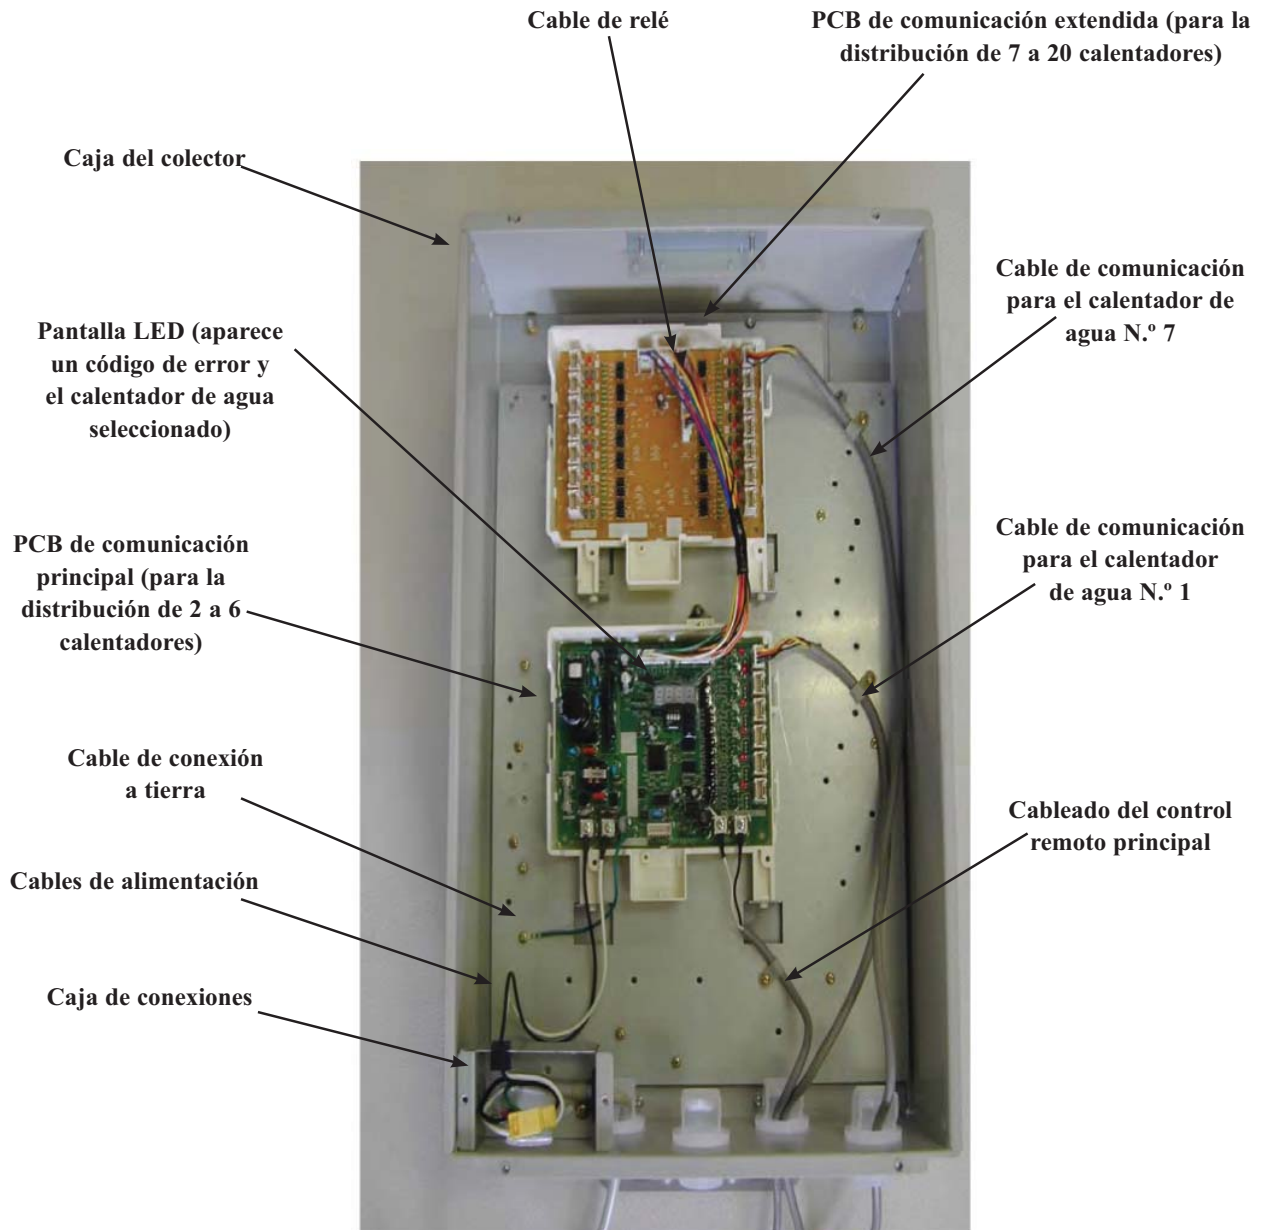

Figura 11
En la figura 11, a continuación, se muestra un ejemplo de instalación típica con una PCB de comunicación principal y una PCB de comunicación extendida (MICS-180).
- 4 Instale la PCB de comunicación extendida (MICS-180) con un tornillo en la caja del colector, directamente encima de la PCB de comunicación principal, como se muestra en la figura 11.